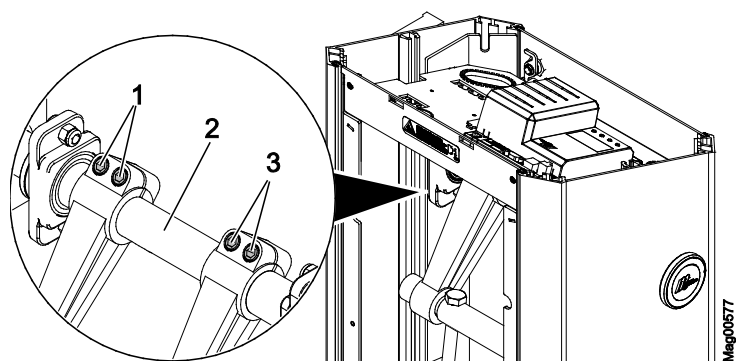

Abb. 28: Innensechskantschrauben lösen – Access XL2
- Access XL2: Siehe Seite 69, Abb. 28.
→ Access XL2: Siehe Seite 69, Abb. 28.